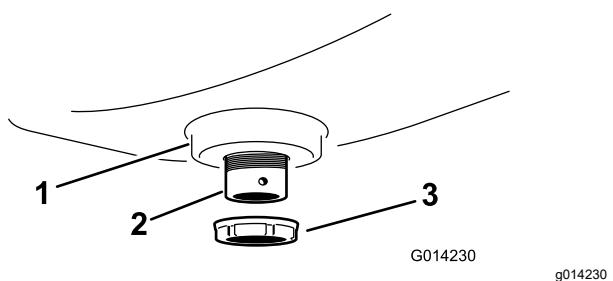

Figura 8
2. Fissate il diaframma al serbatoio di lavaggio mediante un dado flangiato in plastica (Figura 8).